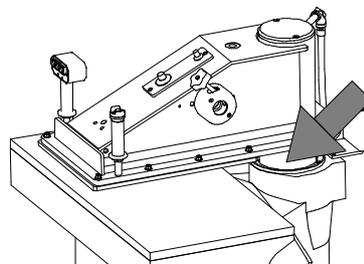

Abb. 20
**c)** Bei völlig abgeschalteter Maschine und aus der Steckdose ausgezogenem Stecker monatlich Rückstände und Staub des gestanzten Materials mit einem fusselfreien Tuch von dem Stelling der Säulenschmierung (für S/SE108: Code 01002005; für S/SE120C: Code 01010413; für S/SE120/122/124C/124/125C/125/125L: Code 01001367, Detailzeichnung 1) entfernen (Abb. 20).